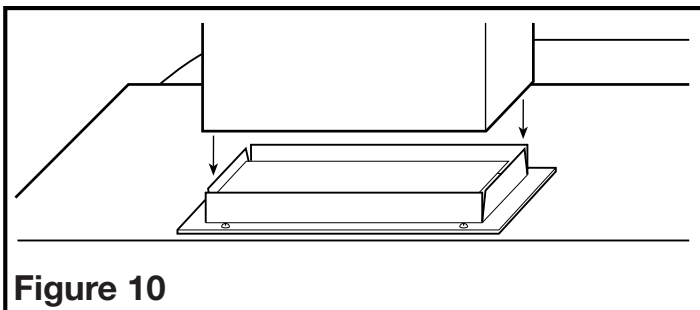

Figure 10
1. Reliez le conduit au raccord et à l'adaptateur de la hotte. Assurez-vous que les joints des conduits et les pénétrations extérieures sont scellés avec du mastic ou tout autre matériau similaire pour créer un passage d'air étanche afin de minimiser la perte ou le gain de chaleur et réduire le risque de condensation. Placez / enveloppez l'isolant autour du conduit et / ou ventilateur afin de minimiser la possibilité d'accumulation de condensation à l'intérieur du conduit, ainsi que la perte ou le gain de chaleur (**Figure 10**).